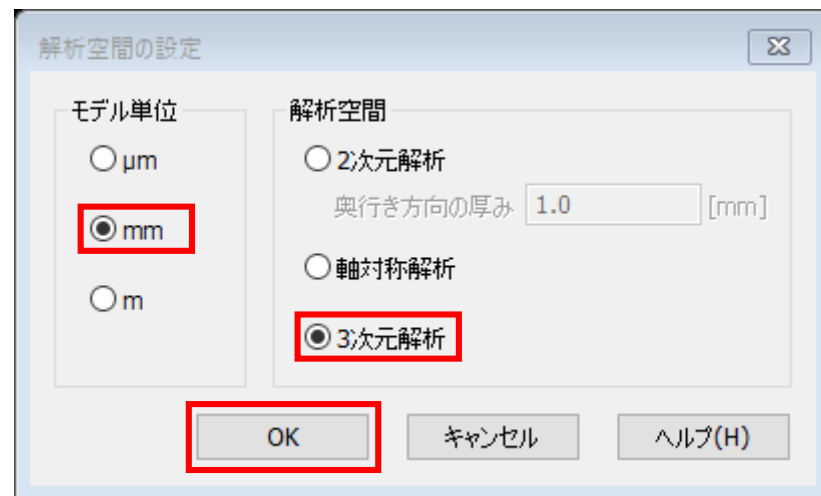

Fig. 3 [解析空間の設定]ダイアログ
2. [解析空間の設定]ダイアログが現れるので、モデル単位：mm、解析空間：3次元解析となっていることを確認し、[OK]ボタンを押します (Fig. 3)。